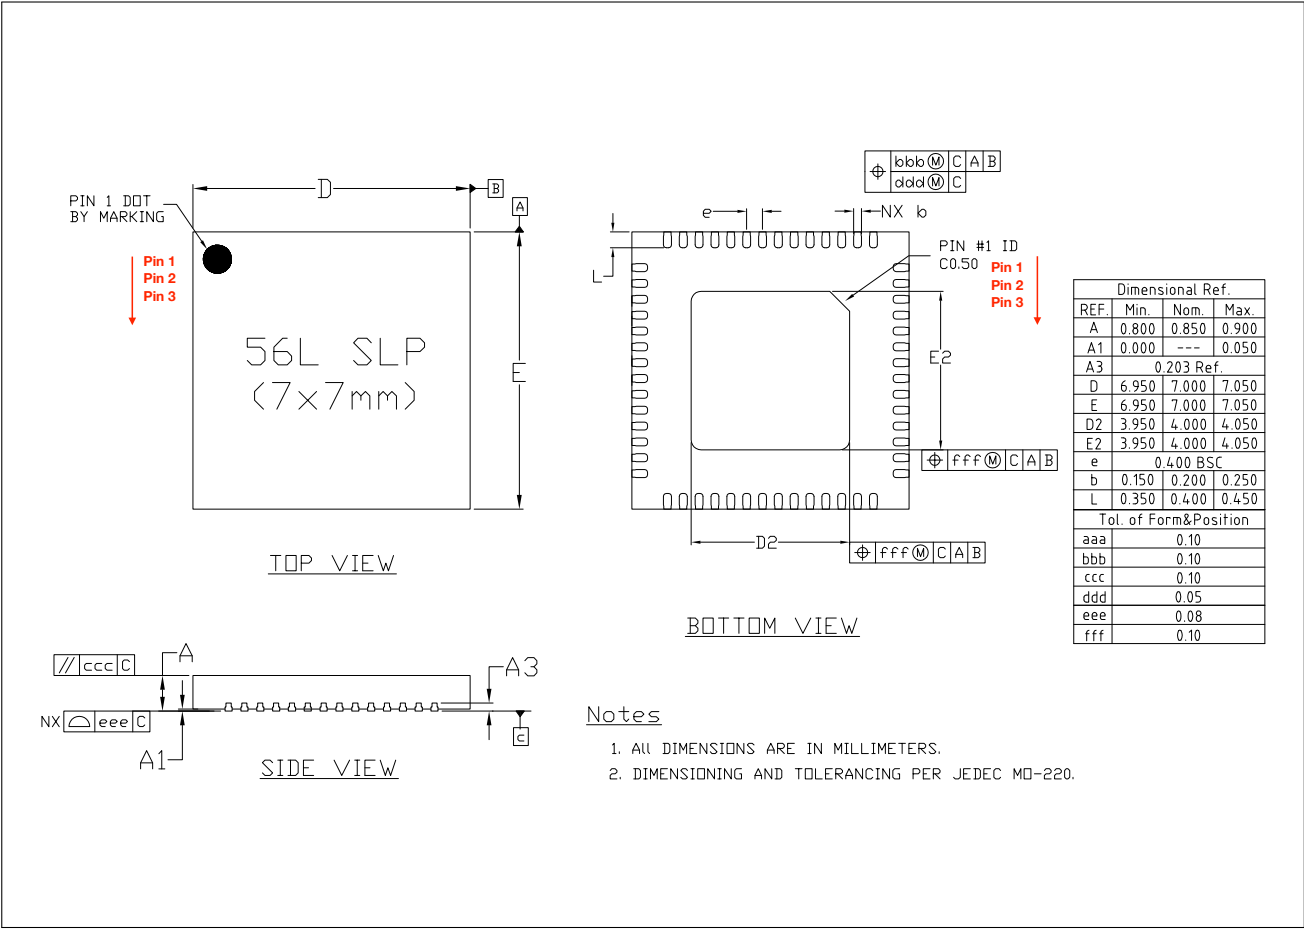

图 7-1. QFN56 (7×7 mm) 封装
- ESP32-S3FH4R2 芯片的封装（见图 7-2）除 EPAD 尺寸更大外，与其他 ESP32-S3 芯片封装（见图 7-1）相同。ESP32-S3FH4R2 芯片同样可使用 推荐 PCB 封装图 源文件 (asc)，但需更改其中的 EPAD 尺寸（具体见图 7-2 中的 D2 和 E2）。